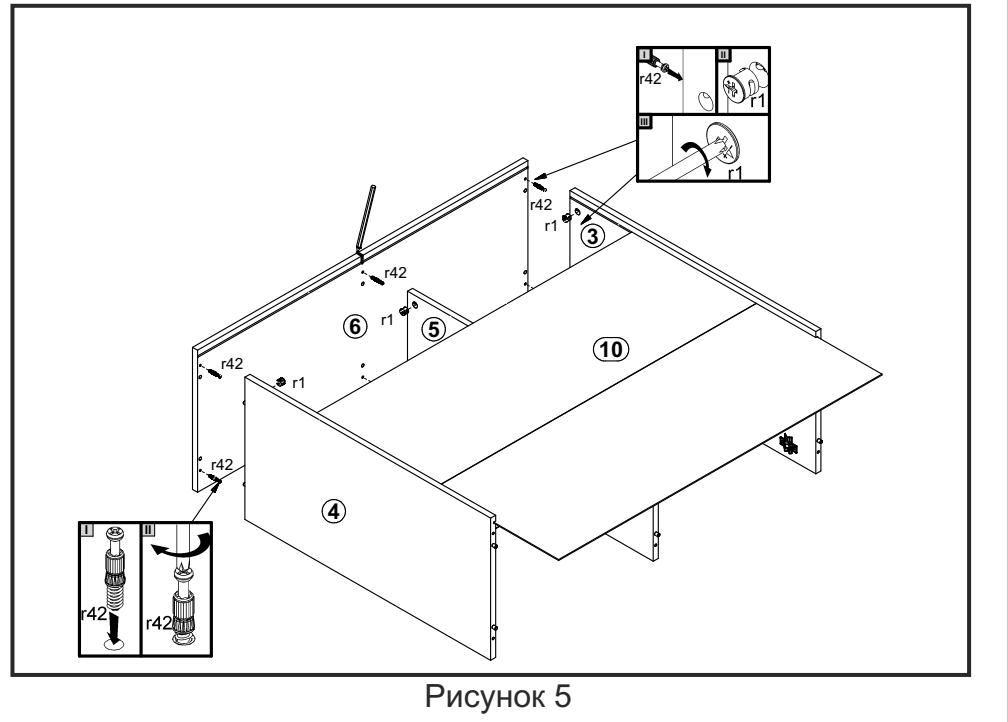

Рисунок 5
4.8. Присоединить щит **6** к стенкам **3,4,5** с помощью шкантов **f1**, затянуть стяжки эксцентриковые **r1**, пользуясь отверткой, вставить стенку заднюю **10** в пазы в деталях **3, 4** (см. рис. 5).